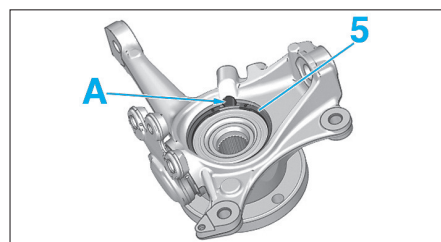

Fig. 37
- Poser un circlips neuf (1) de maintien du roulement dans son logement (Fig.37).